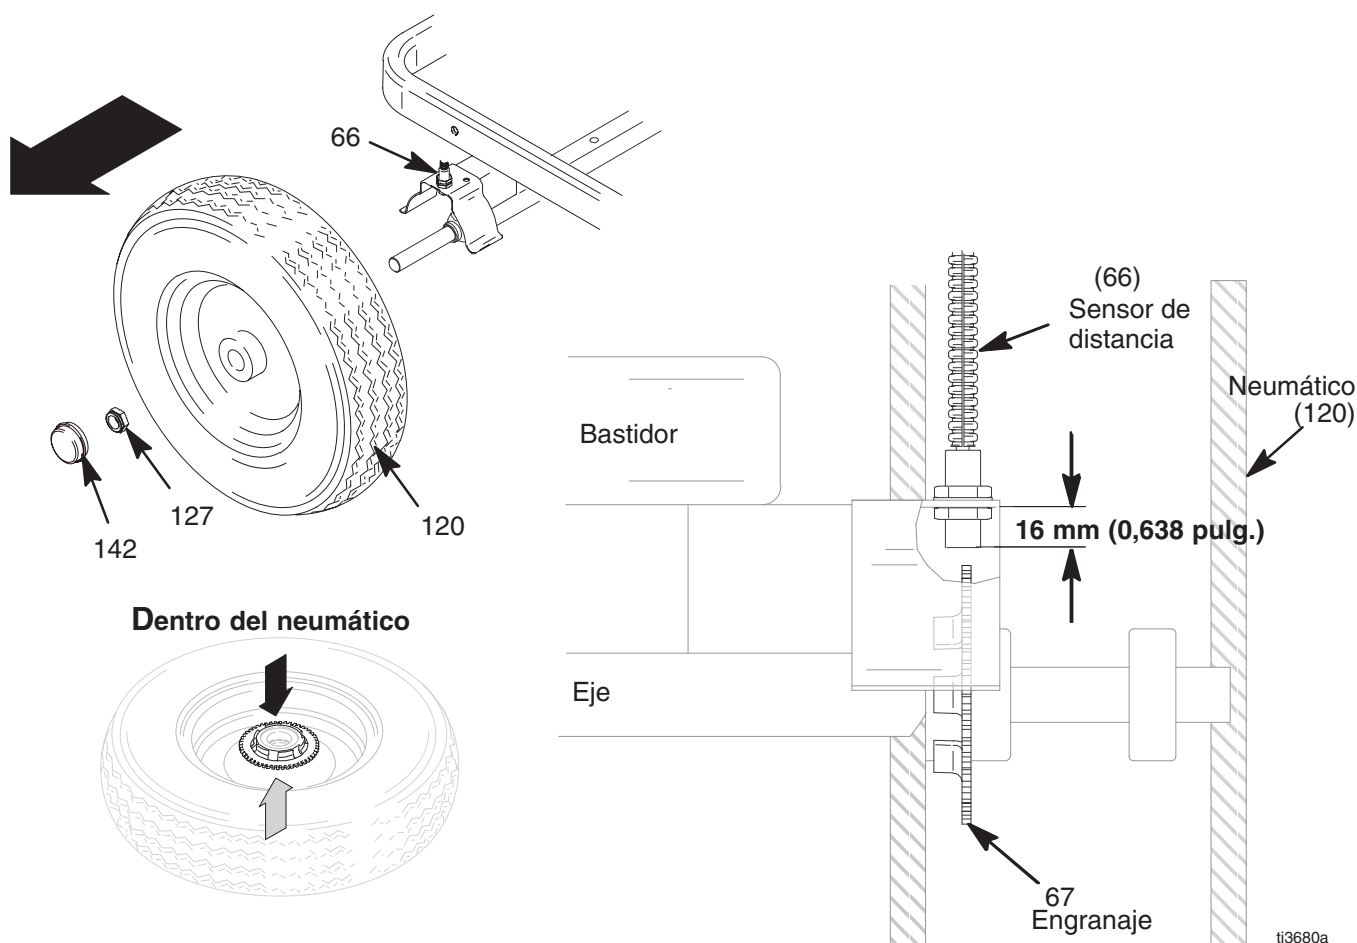

Fig. 3
2. Fig. 3. Retire la tapa antipolvo (142) de la rueda. Retire la tuerca (127).
3. Desmonte la rueda (120) del LineLazer.
4. Alinee el engranaje (67) con el sensor.
5. Instale la rueda (120) en el LineLazer.
6. Instale la tuerca (127) hasta que esté apretada, y después retroceda 1/4 de vuelta. Instale la tapa antipolvo (142) en la rueda.